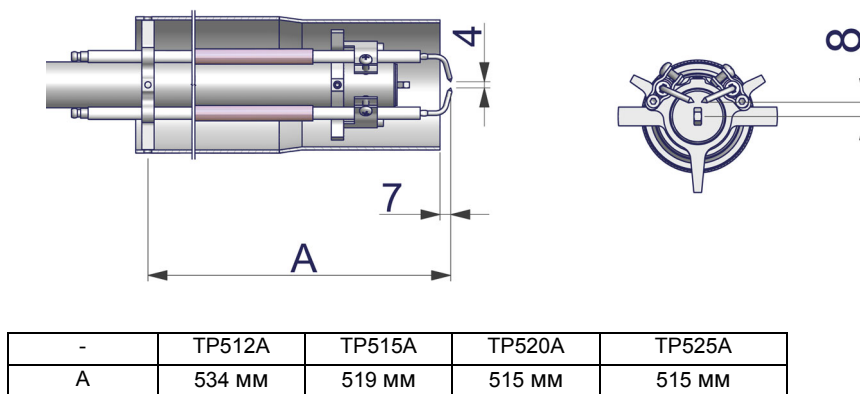
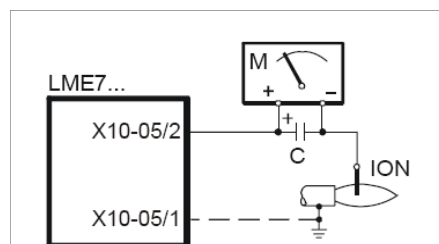
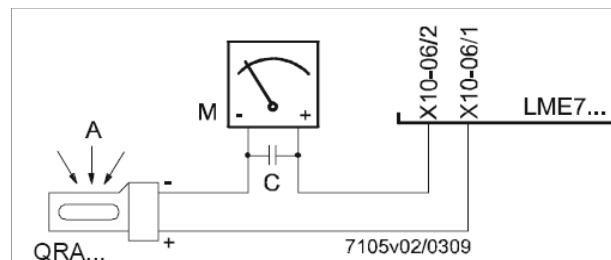

Рис. 10
Рис. 11 - Контроль пламени с помощью электрода
Рис. 12 - Контроль пламени с помощью фотозлемента QRA.
- Проверьте запальный и контрольный электроды, очистите, отрегулируйте и, при необходимости, замените (см. Рис. 10). В случае, если у вас есть сомнения, проверьте систему контроля после запуска горелки, следуя схемам на Рис. 11-Рис. 12).